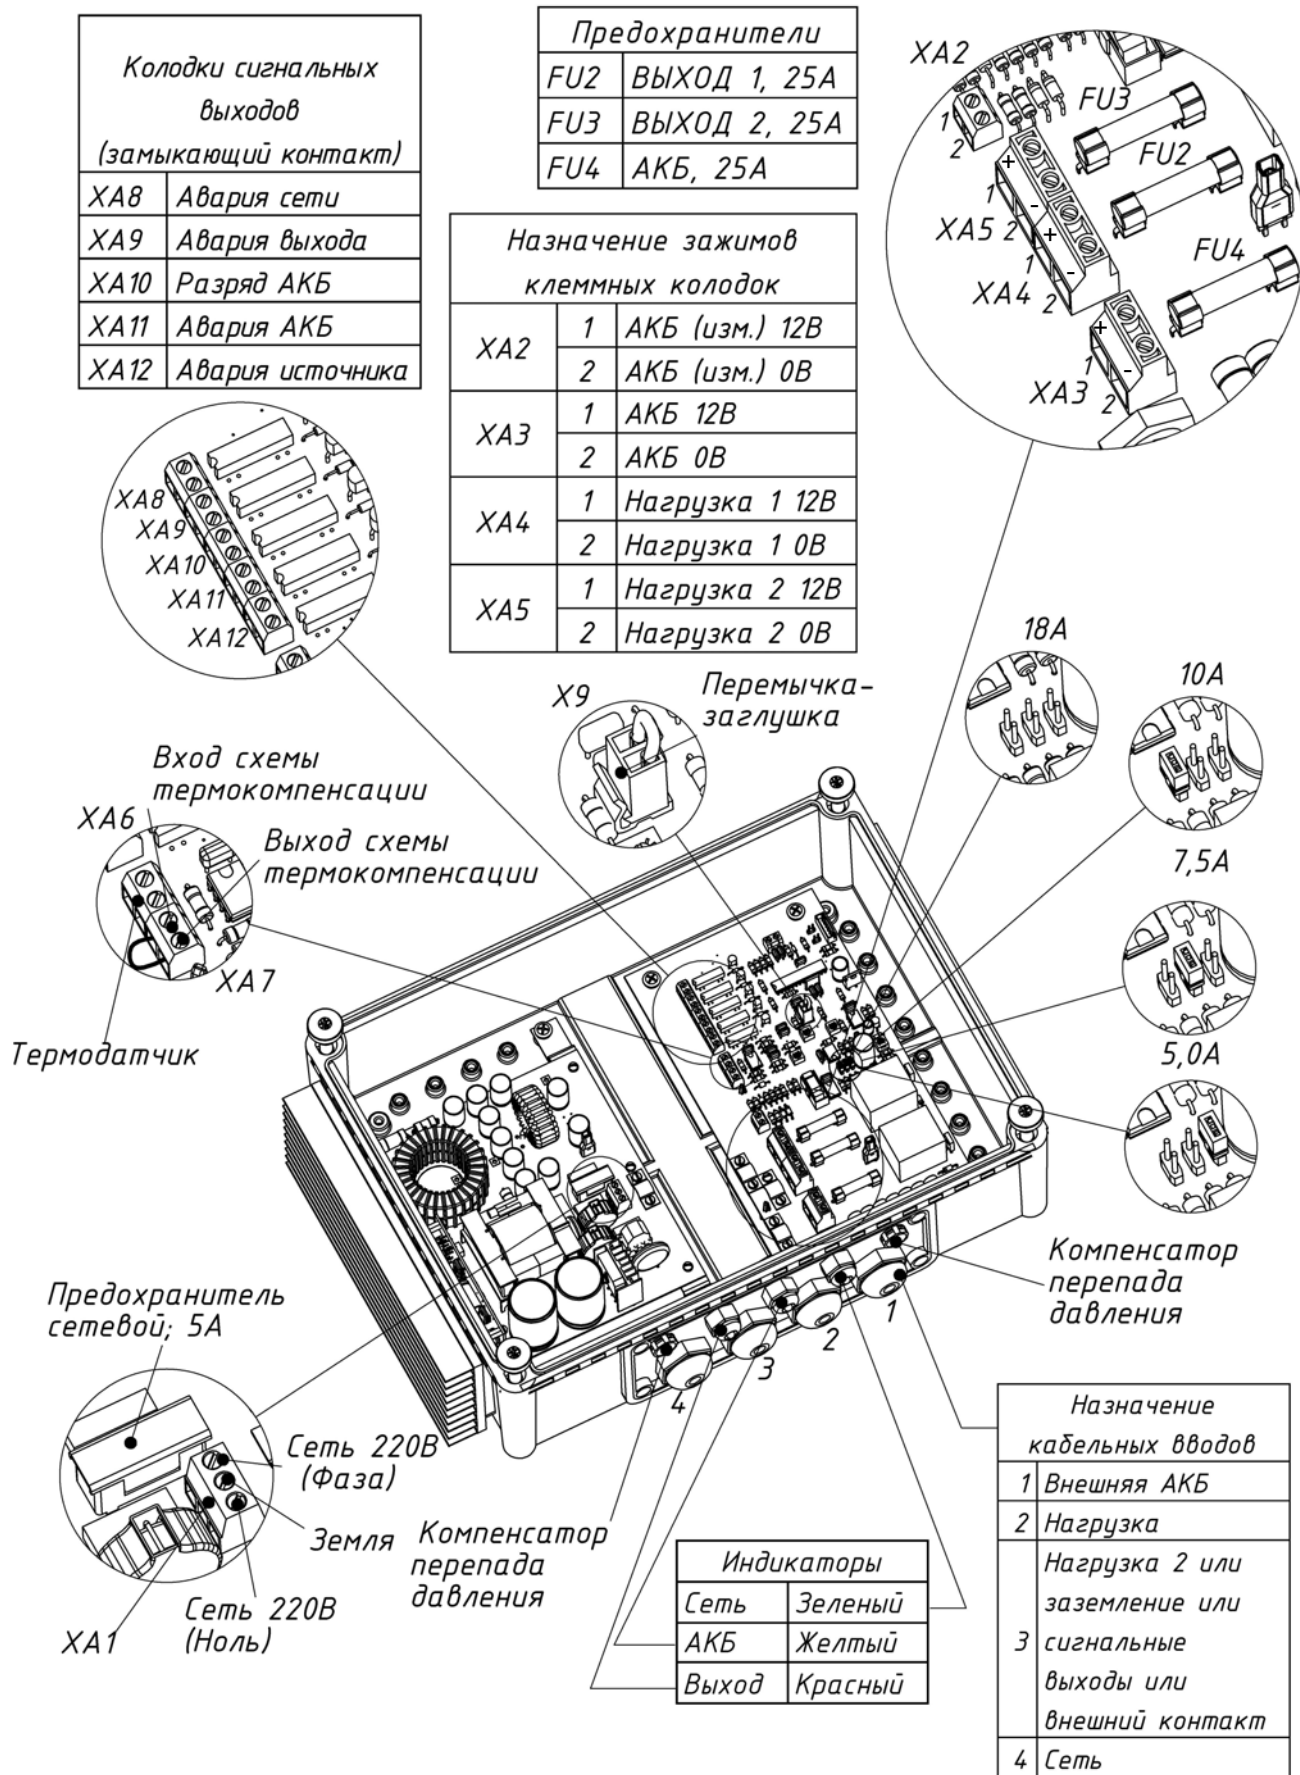

Рисунок 1 Общий вид источника
- выдачу информационных диагностических сообщений (подключение внешних цепей индикации) и (или) управление внешними устройствами автоматики замыкающими контактами пяти реле сигнальных выходов (см. рисунок 1 и таблицу 3);
Схемой источника предусмотрен разъем Х9, расположенный на плате управления (см. рисунок 1) и предназначенный для подключения внешнего управляющего контакта «ВЫХОД» (контакт внешнего реле, кнопки или тумблера). Контакты разъема Х9 замкнуты предустановленной перемычкой-заглушкой (заводская установка).
Источник обеспечивает ограничение тока заряда АКБ. Выбор одного из четырех значений ограничения тока заряда АКБ осуществляется установкой/удалением соответствующей перемычки типа «джампер» (см. рисунок 1) в соответствии с рекомендациями таблицы 2.